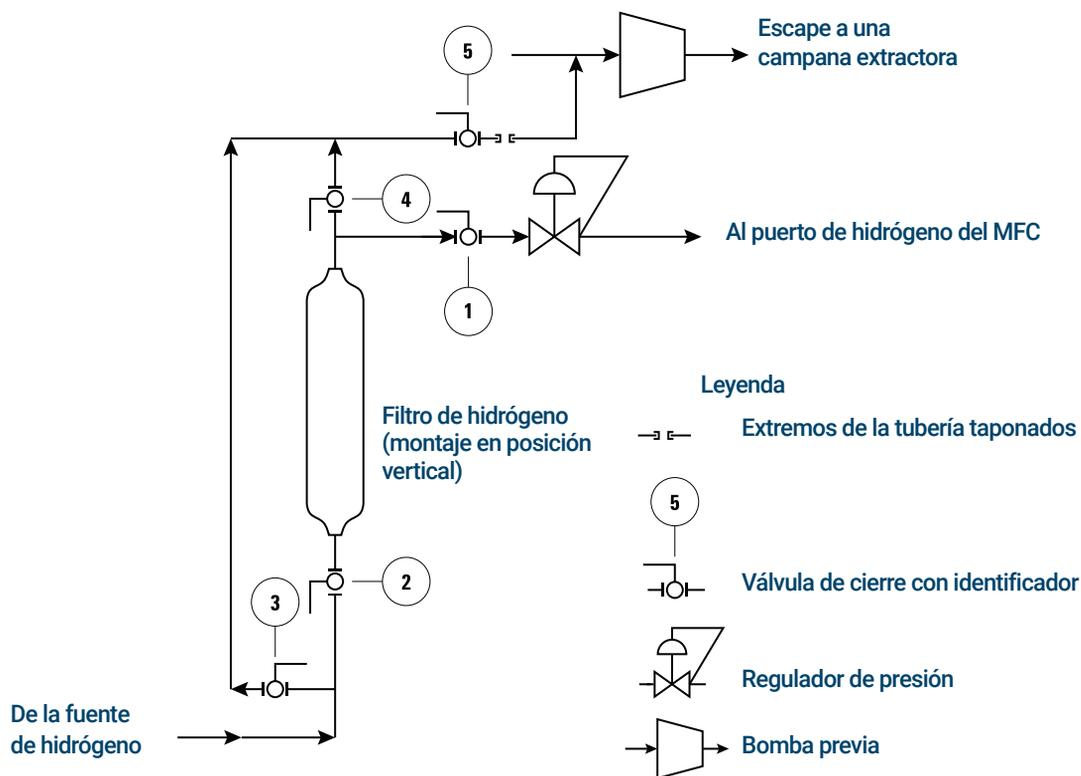

Figura 11 Suministro de hidrógeno filtrado al sistema de MS
En la **Figura 11** se muestran las tuberías del filtro de hidrógeno utilizado con el sistema JetClean.
- 1 Cierre la válvula de cierre manual de suministro de hidrógeno ① (marcada para indicar que contiene hidrógeno) hacia el controlador de flujo másico (MFC). (Consulte la Figura 11 en la página 42).
- 2 Cierre la válvula de cierre manual ② de la entrada del filtro de suministro de hidrógeno.
- 5 Compruebe que la válvula de cierre de la salida de la línea de derivación del filtro ③ esté cerrada y quite el tapón roscado de esa válvula.
- 7 Conecte la válvula de salida de la línea de derivación del filtro ③ a la tubería acoplada a la entrada de la bomba previa.
- 10 Abra la válvula de cierre ④ de la línea de salida del filtro que llega a la entrada de la bomba previa. Al hacerlo, se evacuará el hidrógeno del filtro a través de la bomba previa y hacia una campana extractora del laboratorio.
- 11 Después de 10 minutos, cierre la válvula de cierre ④ de la línea de salida del filtro que llega a la entrada de la bomba previa.